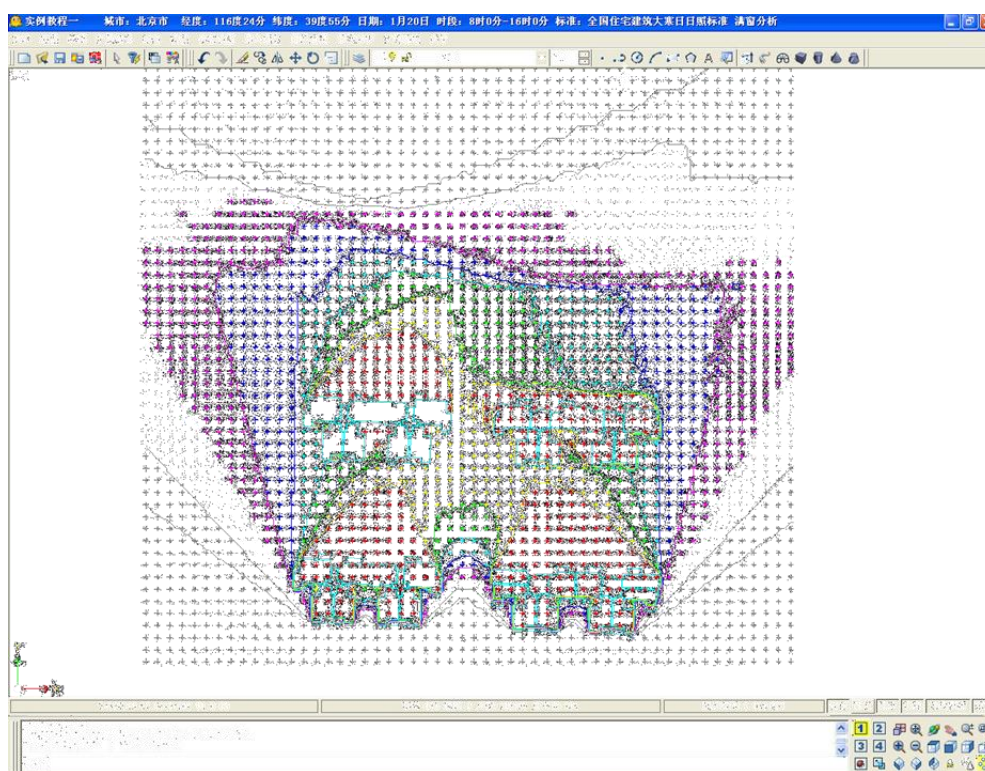

图 15-19
(3)、根据命令行提示“请在 xy 平面输入分析区域”，在图形区框选分析区域；回车确认。如下图 15-19